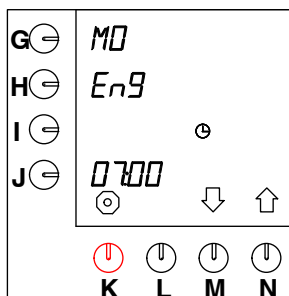

Fig. 30 Valg av språk
- Etter 10 sekunder vises standardinnstillingen "EnG" blinkende ved siden av programmeringstasten (fig. 30).